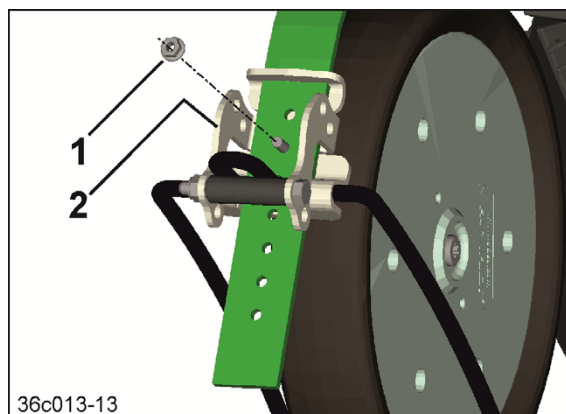

Рис. 158
2. Открутите самостопорящуюся шестигранную гайку (Рис. 158/1) и снова привинтите держатель зубьев (Рис. 158/2) через нужное отверстие группы отверстий.